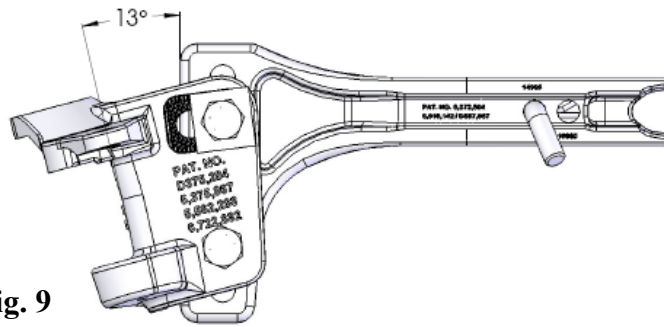

Fig. 9
- Incliner le montage de boule pour obtenir la dimension « Y » appropriée à l'extrémité de la barre stabilisatrice. Le montage de boule peut s'ajuster jusqu'à un angle de 13° (Fig. 9).